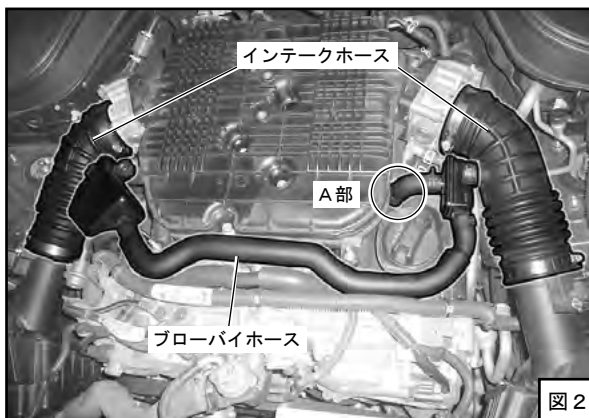

図2
- (3) インテークホース（左右）のホースバンドをゆるめてください。（図2）
- (4) ブローバイホースのボルトを取外してください。（図2）
- (5) A部のホースクランプをゆるめ、インテークホース、ブローバイホースを取外してください。（図2）